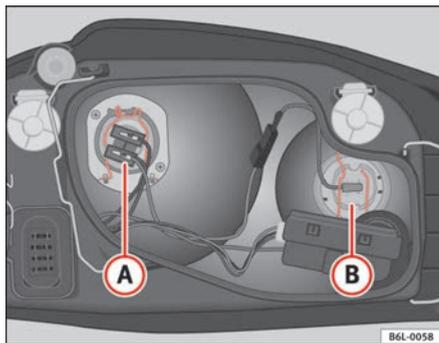

Fig. 153 Lampe feux de route
- Extraire le connecteur du câble de la lampe (B) ⇒ fig. 153.